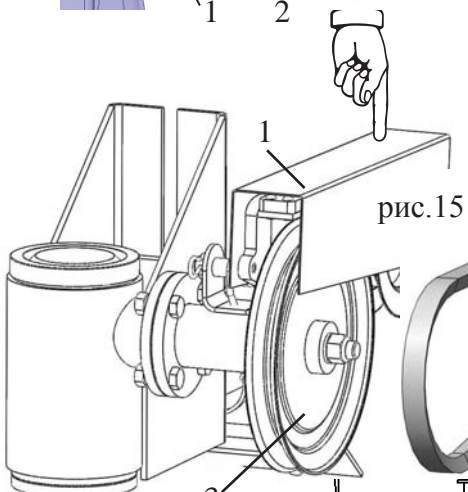
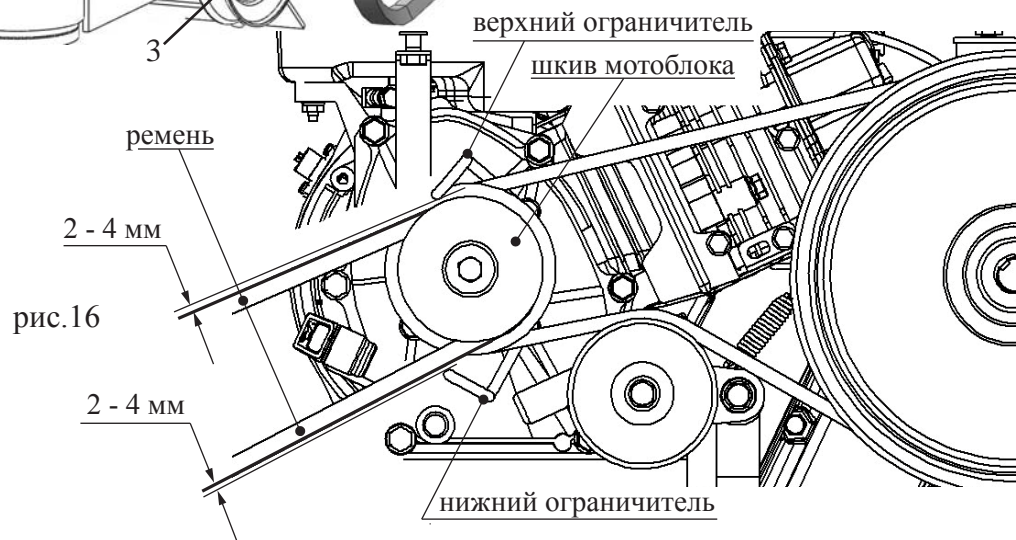

рис.15
рис.16
приведены в приложении 3. При растяжении приводного ремня снять стопор, выдвинуть кронштейн, совместить отверстия, вставить стопор и защелкнуть скобу. Нажать рукой на привод сцепления косилки (1) и установить ремень (2) на шкив (3) (рис.15). Установить ремень косилки на шкив вала двигателя и отрегулировать зазор между наружной поверхностью ремня и ограничителями от 2 до 4 мм.(рис.16) Регулировка зазора производится при выключенном двигателе и нажатом приводе сцепления (ремень плотно охватывает шкив, см. приложение 3).